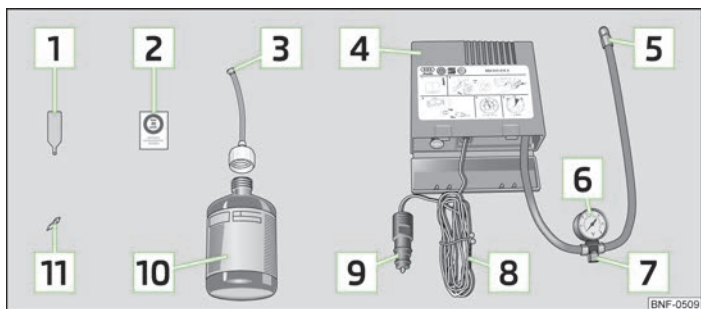

Fig. 115 Componentele setului
- ▶ Lipiți autocolantul » fig. 115 la pagina 136 pe planșa de bord, în câmpul vizual al șoferului.
- ▶ Scuturați de câteva ori bine recipientul de umplere a anvelopei » fig. 115 la pagina 136.
- Înșurubați bine furtunul de presiune [5] » fig. 115 la pagina 136 al compresorului de aer pe ventilul anvelopei.